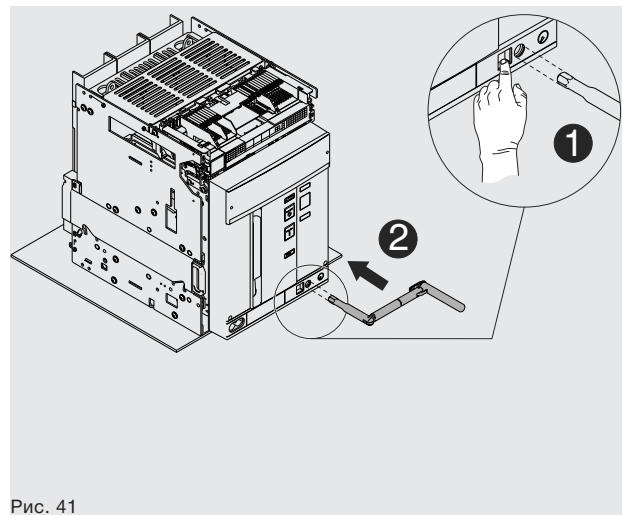

Рис. 41
8. Нажмите кнопку блокировки «PUSH before operating» и вставьте рукоятку в отверстие в подвижной части выключателя. На этом этапе подвижная часть все еще остается в ИЗОЛИРОВАННОМ от фиксированной части положении. См. Рис. 41.